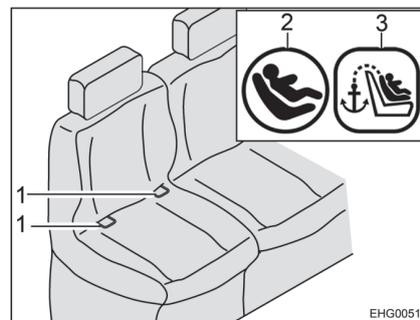

Bild 12 Sitz mit Isofix
- Rastarme (Bild 13,1) in Haltebügel (Bild 12,1 und Bild 13,2) einrasten lassen. Dabei muss ein deutliches Klickgeräusch zu hören sein.